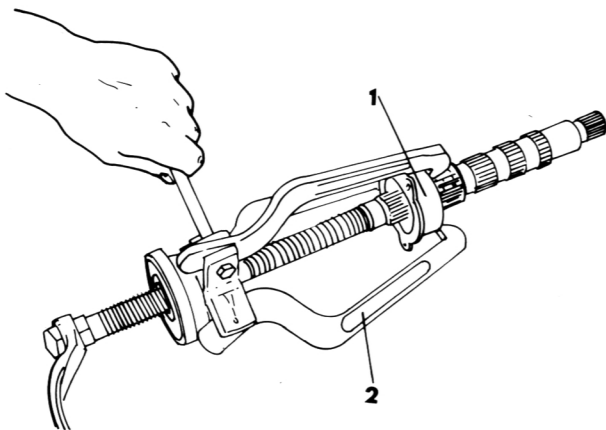

Bild 93
- Unter Bezug auf Bild 93 den Lagerhalter entfernen und das Lager vom Halter abziehen.